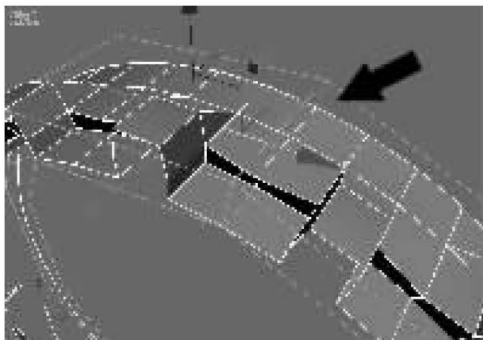

图 7-83 首尾相连的地方
(13) 加入“弯曲”修改器的目的是使模型的首尾相连围成一圈,但在首尾相连的地方没有焊接,如图 7-83 箭头所指的地方。右击该模型,从弹出的快捷菜单中选择“转化为”|“转化为可编辑多边形”命令。激活“顶点”子对象,再次选中模型中的所有顶点,参照步骤(11)的方法焊接首尾相连的点。